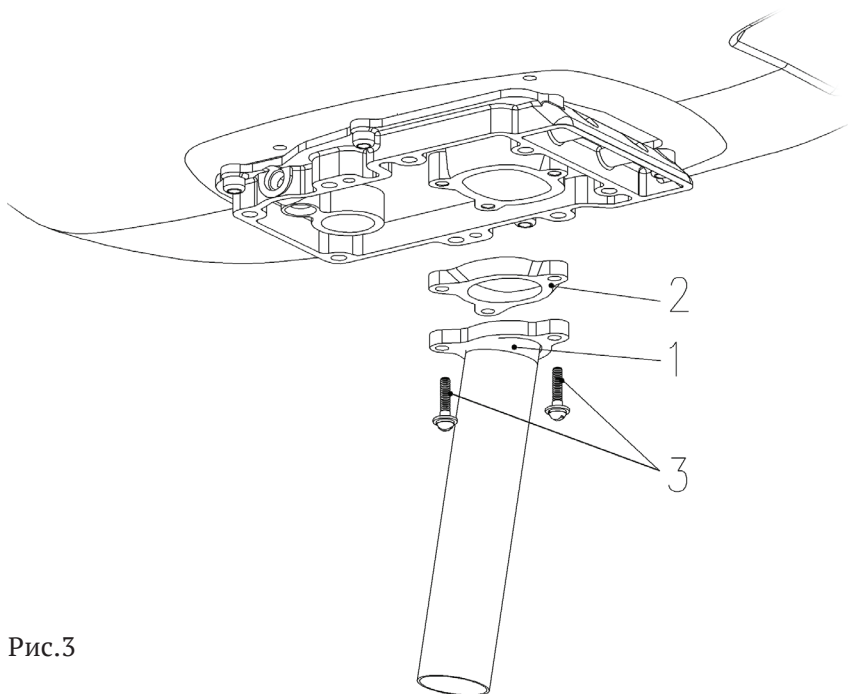

Рис.3
- Установить трубу выпускную 1 (рис.3) снизу на переходник нижнего кожуха мотоголовки через проставку выхлопа 2 и закрепить тремя винтами 3 (М5х25) из монтажного комплекта.